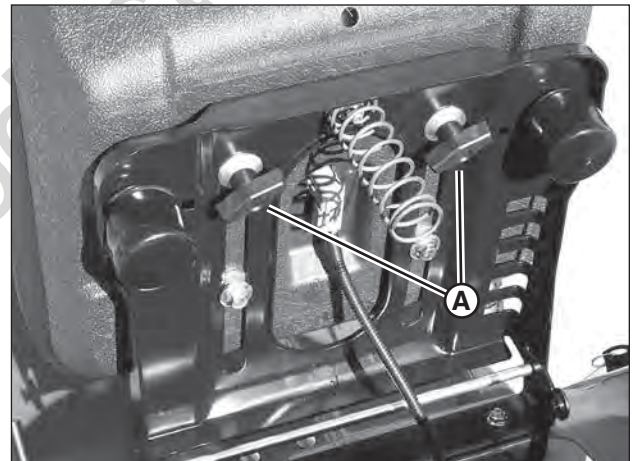

Figure 3: Réglage du siège du conducteur
2. Desserrer les deux boutons de réglage (A, Figure 3) et déplacer le siège pour le mettre dans la position désirée. Après le réglage, bien serrer les boutons.